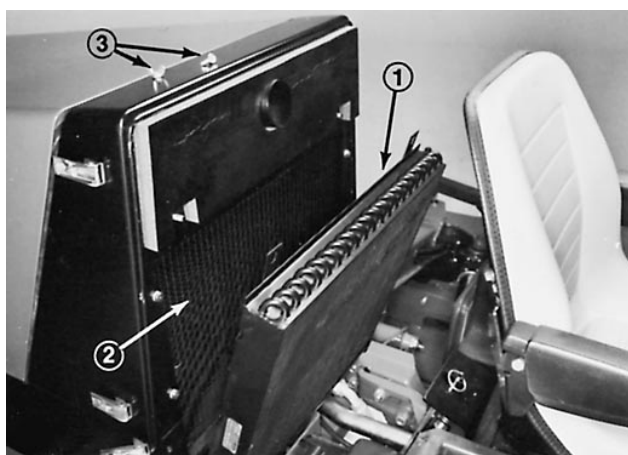

Figure 41
- C. Enlever les écrous papillons qui fixent le haut du refroidisseur d'huile au support de radiateur supérieur et faire pivoter le refroidisseur pour l'éloigner du radiateur (Fig. 41).